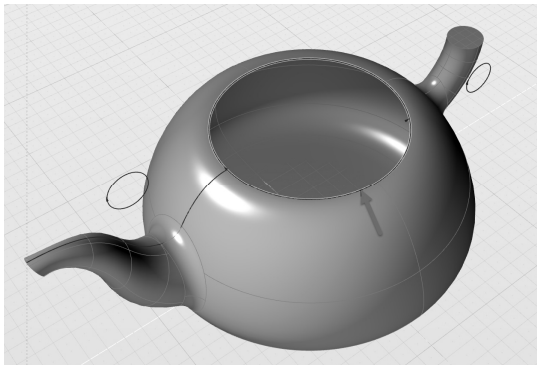

图 5-59 提取壶身顶部曲线
1) 在透视图图中，激活“提取曲线”工具, 选择壶身顶部曲线并将其提取出来，如图 5-59 所示。